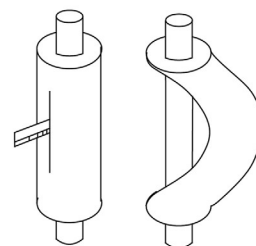

Fig. 15
- 4 Si al doblarlo directamente existe riesgo de que se produzcan roturas en el tubo, utilice primero un cúter para cortar la capa de aislamiento, véase la fig. 15. No doble el tubo hasta que esté pelado. Una vez finalizado el doblado, envuelva el tubo con una capa de aislamiento y protéjalo con cinta adhesiva.